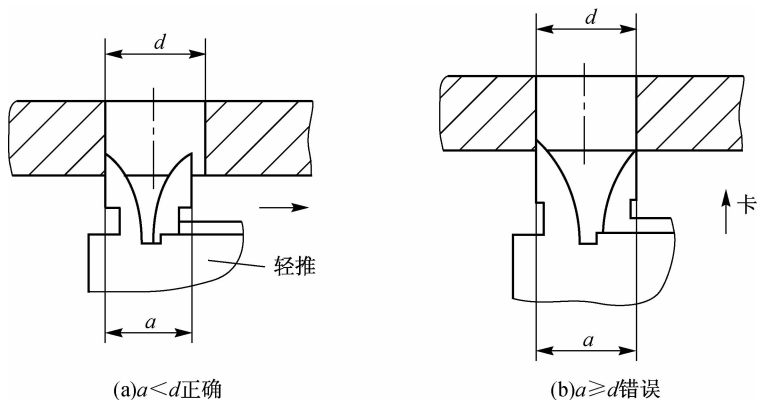

图 3-29 测量孔径
(2)如图 3-29(a)所示,测量内孔直径时,应先把测量爪张开得比被测尺寸稍小,再把固定测量爪靠在孔壁上,然后慢慢拉动尺框,使活动测量爪沿直径方向轻轻接触孔壁,再把测量爪在孔壁上稍微游动一下,以便找出最大尺寸部位。最后用紧定螺钉把尺框固定,轻轻取出卡尺读数。需要注意的是,卡尺测量爪应放在孔的直径方向上,不能歪斜。